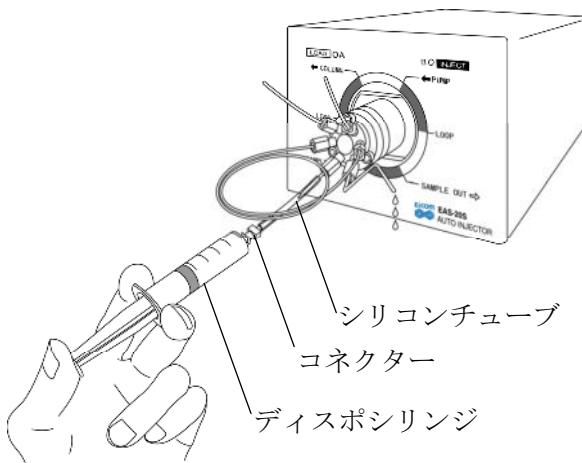

図 14 バルブの洗浄
バルブを INJECT ポジションに切り替えた状態で、2 番ポート(SAMPLE IN)から(1)精製水 3 mL 以上 → (2)100%メタノール 3 mL 以上を流します。次回使用前には必ず精製水 3 mL 以上を通液して流路内のメタノールを完全に除去します(図 14)。